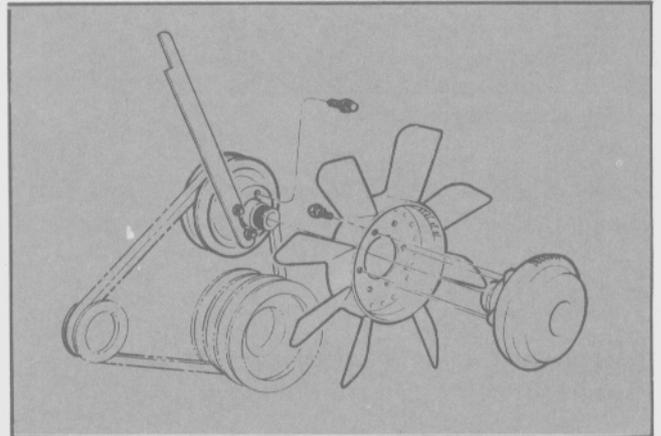

Fig. 31 - Desmontaje del acoplamiento viscoso del ventilador.
- Bloquear el giro de la polea con la herramienta especial T82K-8509-BAS y con una llave adecuada aflojar la tuerca que está incorporada en él. Tener en cuenta que la misma es de rosca izquierda (Fig. 31).